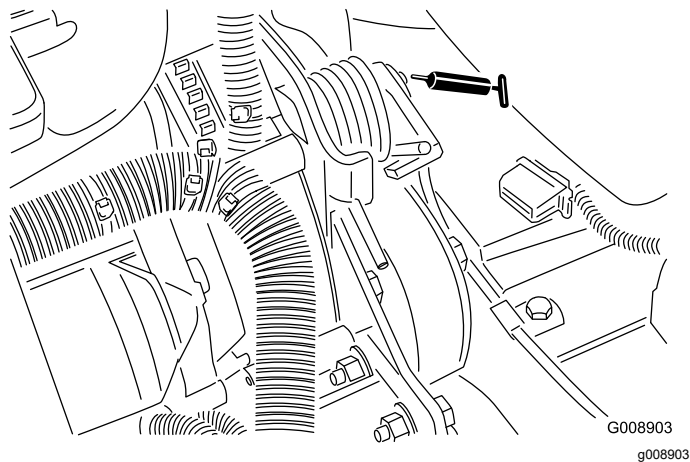

Figura 37
- Pivote de tensión de la correa (**Figura 37**)